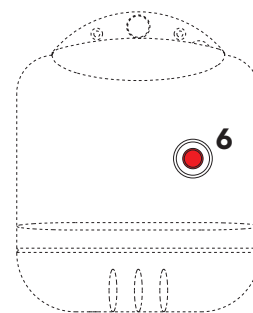

fig. 1
Ved kortvarige afbrydelser trykkes blot på afbryderen **5** (fig. 1) på kontrolpanelet, idet afbryderen indstilles i position "0".
- a) Blokering af brænderen signaleret ved hjælp af den respektive kontrollampe **6** (fig. 1). Se brænderens manual.